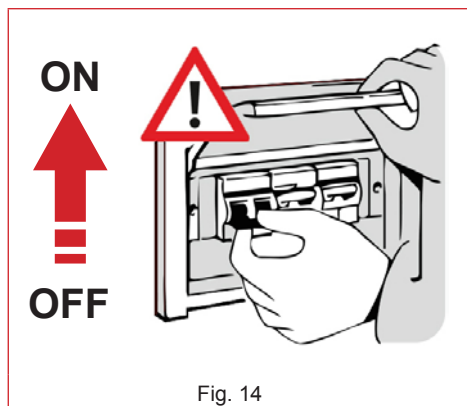

Fig. 14
- Se presente, portare il magnetotermico di protezione posto a monte della presa di alimentazione in posizione "ON" (Fig. 14).